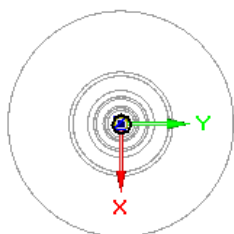

图 8.2.10 定义孔的位置
(1) 选择命令。单击“主页”功能选项卡中“钣金”工具栏中的“打孔”按钮 。
(2) 定义孔的参数。单击  按钮，在“孔选项”对话框 **类型(T):** 下拉列表中选择 **简单孔** 选项，在 **单位(U):** 下拉列表中选择 **毫米** 选项，在 **直径(D):** 文本框中输入值 40，在 **延伸** 区域选择延伸类型为  (全部穿透)；单击 **确定** 按钮，完成孔参数的设置。
(3) 定义孔的放置面。选取图 8.2.9 所示的模型表面为孔的放置面，放置孔并定义孔的位置如图 8.2.10 所示，退出草图绘制环境。